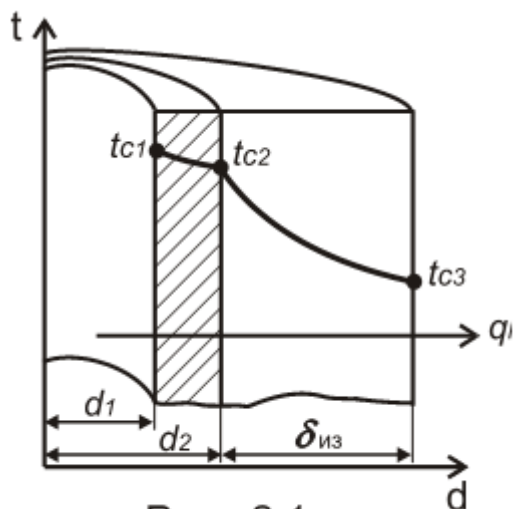

Рис. 2.1
5. Стальной трубопровод горячей воды диаметром  $d_1/d_2 = 190/200$  мм покрыт слоем изоляции толщиной  $\delta_{из} = 50$  мм (рис. 2.1), коэффициент теплопроводности трубы  $\lambda_1 = 50$  Вт/м·К, изоляции  $\lambda_2 = 0,08$  Вт/м·К. Температура на внутренней поверхности трубы  $t_{c_1} = 150$  °С, а на наружной поверхности изоляции  $t_{c_3} = 50$  °С. Найти тепловые потери с 1 м трубопровода и температуру на границе соприкосновения изоляции и трубопровода. *Правильный ответ.* Потери теплоты с 1 м трубопровода определим по уравнению: